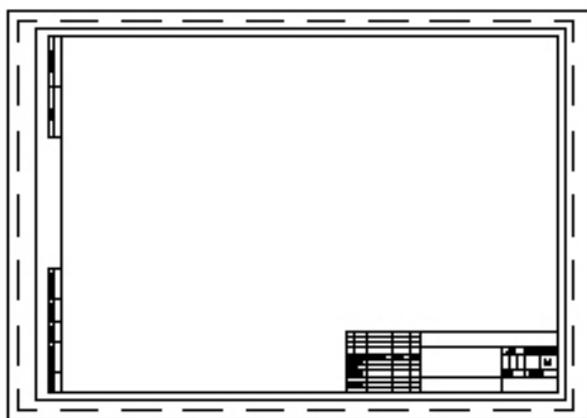

Рис. 82. Вид листа после вставки штампа
5. Провести настройку параметров листа в диалоговом окне **Page Setup Manager**. Затем удалить существующий видовой экран. Щелкнуть по пунктирной линии (по углам рамки появятся маркеры-ручки). Нажать [Delete]. Далее по команде **Insert — Block** вставить блок штампа (рис. 82).